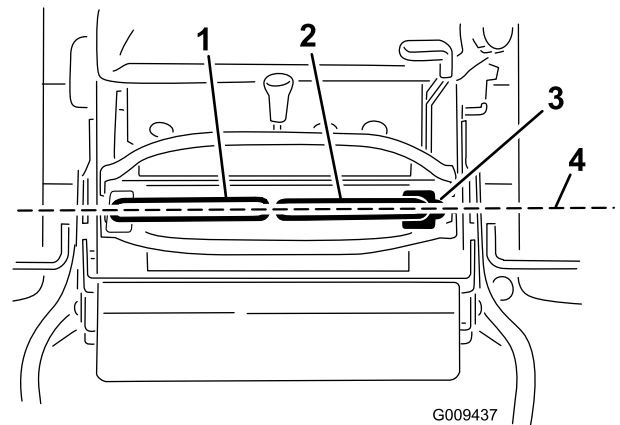

Figure 66
Important: Vérifiez que la correction directionnelle de la machine est correcte après avoir réglé les leviers de commande de déplacement. La procédure est identique pour régler la correction directionnelle et aligner les leviers de commande de déplacement longitudinalement (Figure 66).
1. Une fois l'alignement horizontal effectué, vérifiez l'alignement avant/arrière (Figure 66).